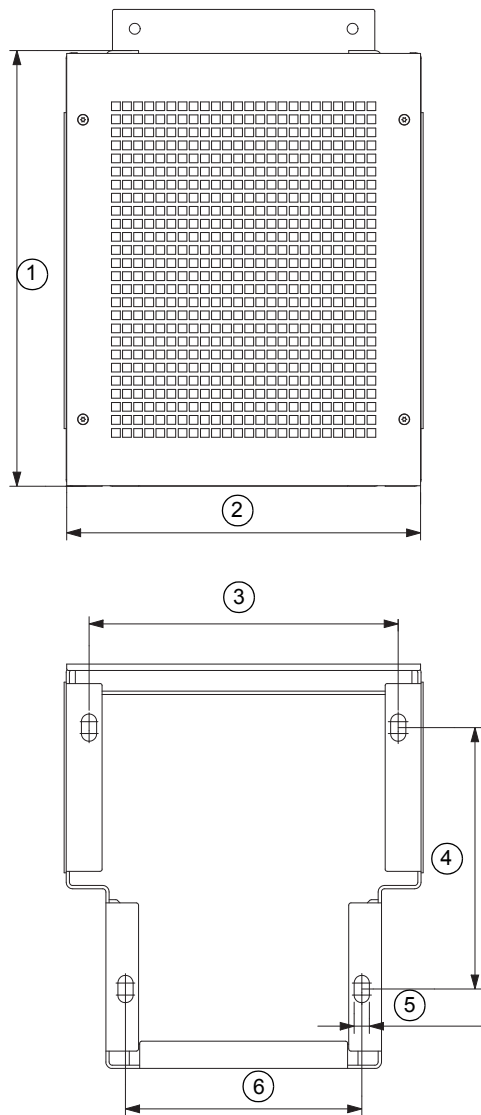

Fig. 6 Boreskabelon til sokkel
1. Markér monteringshullerne på gulvet. Se fig. 6.